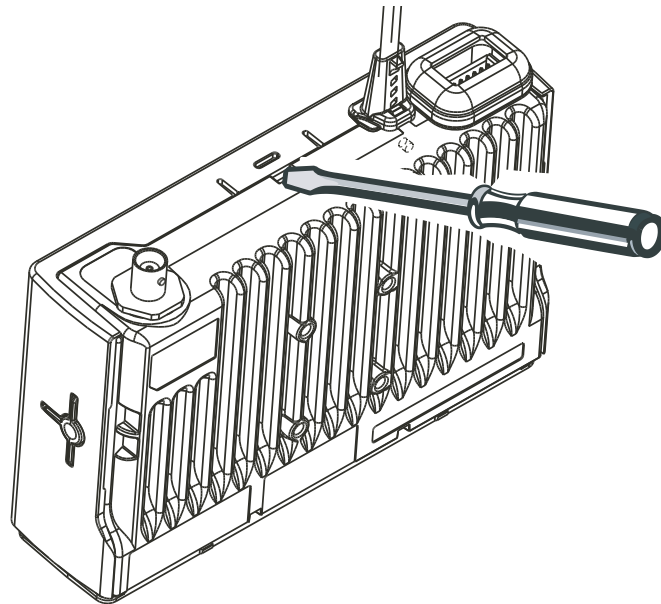

Figura 2-5 Desmontaje de la cubierta superior (chasis horizontal)
3. A continuación, coloque el radio en posición horizontal como se muestra en la Figura 2-5 e inserte el destornillador plano en la ranura para soltar la cubierta superior.